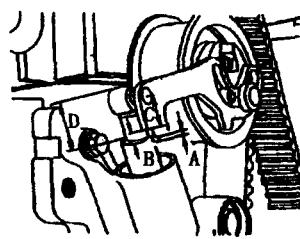

图 2-11 检查区域 A
⑦将发动机按运转方向转两圈，直到凸轮轴正时带轮再对准上止点标记。
⑧检查区域 A 是否与张紧器柱塞的上边缘一致（图 2-11）。必要时按如下方法调整：将区域 A 调合格或 D 为 25~29mm（区域 B 为磨损区域），再重新调整区域 C。